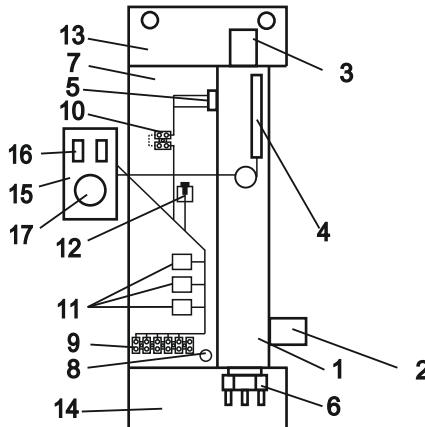

Рисунок 2 (кожух не показан):
4.3 Приборы ЭВАН-NEXT в соответствии с рис. 2 состоят из следующих основных частей:
- котла (1) с входным (2) и выходным (3) патрубками G1, датчиком терморегулятора (4), аварийным самовозвратным термовыключателем (5), отключающим прибор при 92° С, и блоком ТЭНов (6);
- панели установочной (7), с размещенными на ней: зажимом заземления (8) для подключения защитного проводника РЕ; зажимом винтовым (9), служащим для подключения внешнего силового кабеля и циркуляционного насоса; зажимом винтовым (10) для подключения датчика температуры воздуха, реле коммутации (11) и предохранителем циркуляционного насоса (12);
- верхнего (13) и нижнего (14) кронштейнов;
- панели управления (15), с расположенными на ней выключателями ступеней мощности (16) и терморегулятором (17), служащим для установки температуры нагрева теплоносителя.